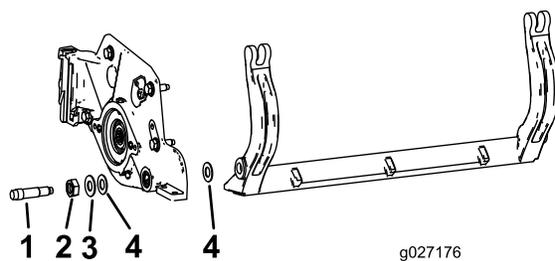

Рисунок 28
**Примечание:** Учтите, что с каждой стороны планки расположены 2 нейлоновых и 1 штампованная стальная шайба (Рисунок 28).
**Примечание:** Установите нейлоновую шайбу с каждой стороны выступа боковой пластины. На нейлоновые шайбы установите стальные шайбы (Рисунок 28).